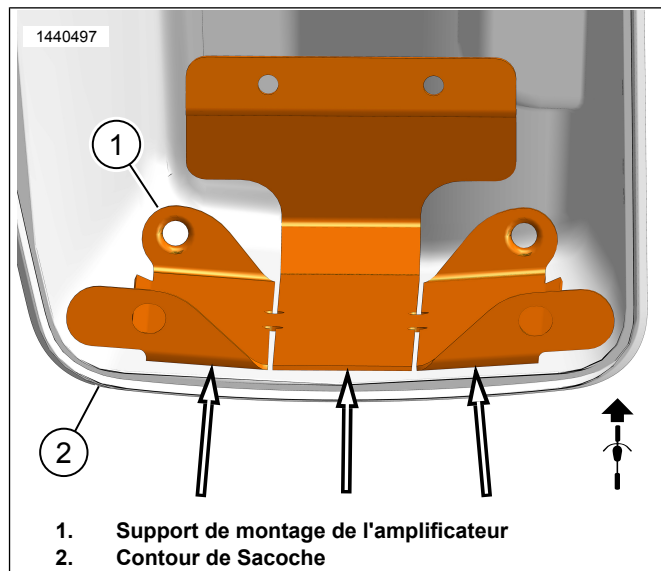

Figure 12. Contour de la Sacoche
- b. Figure 12 Utilisez des fentes dans le support de montage (1) pour plier et se conformer au contour de la sacoche (2) sans bascule. Cela assurera un meilleur contact et adhérence avec la bande. Ne pas peler le ruban pour l'instant.